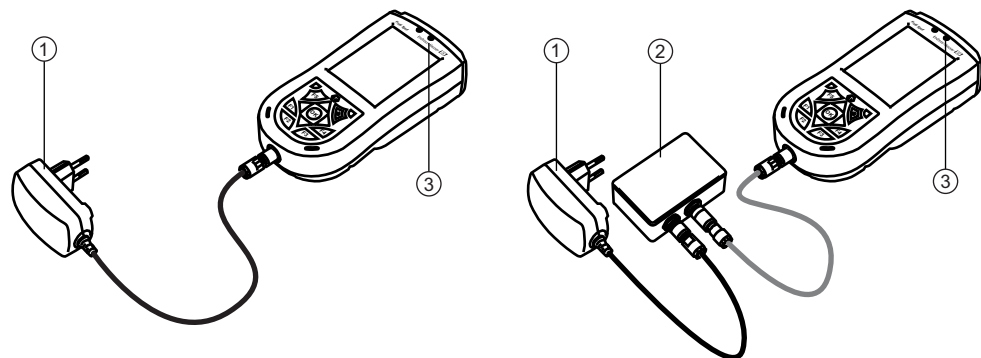

Abb. 4-2: Laden mit Ladegerät oder USB-Schnittstellenset
- Die Batterien können direkt oder über die USB-Schnittstelle aufgeladen werden (siehe Abb. 4-2).